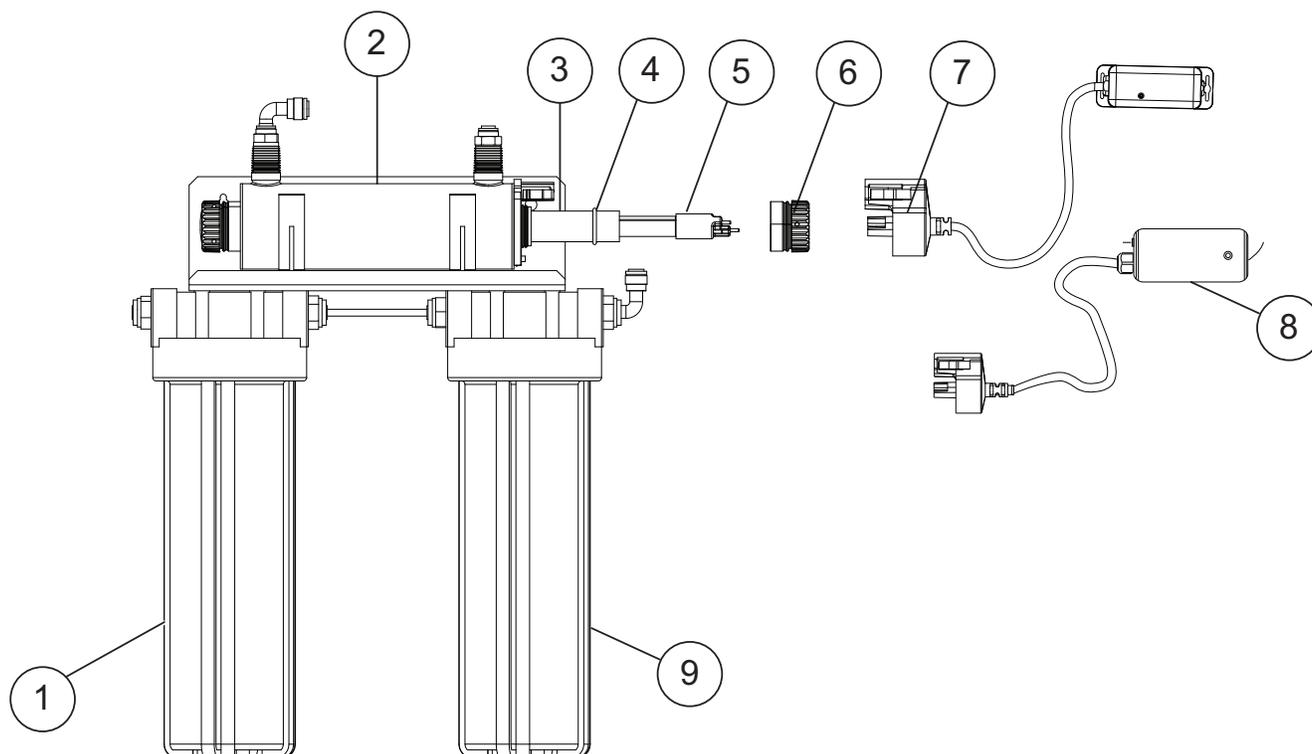

Figura 1 Componentes del sistema
3. Monte el sistema en la pared a través de los dos orificios de montaje situados en la parte trasera del sistema de desinfección con los dispositivos de sujeción apropiados. Consulte Figura 1.